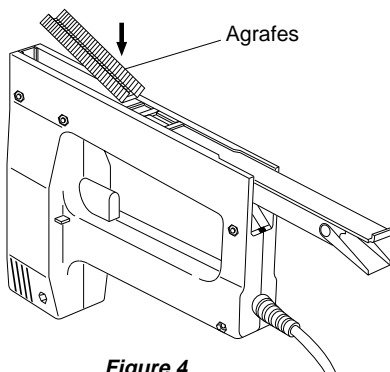

Figure 4
4. Déposez les agrafes dans le logement (voir Figure 4).